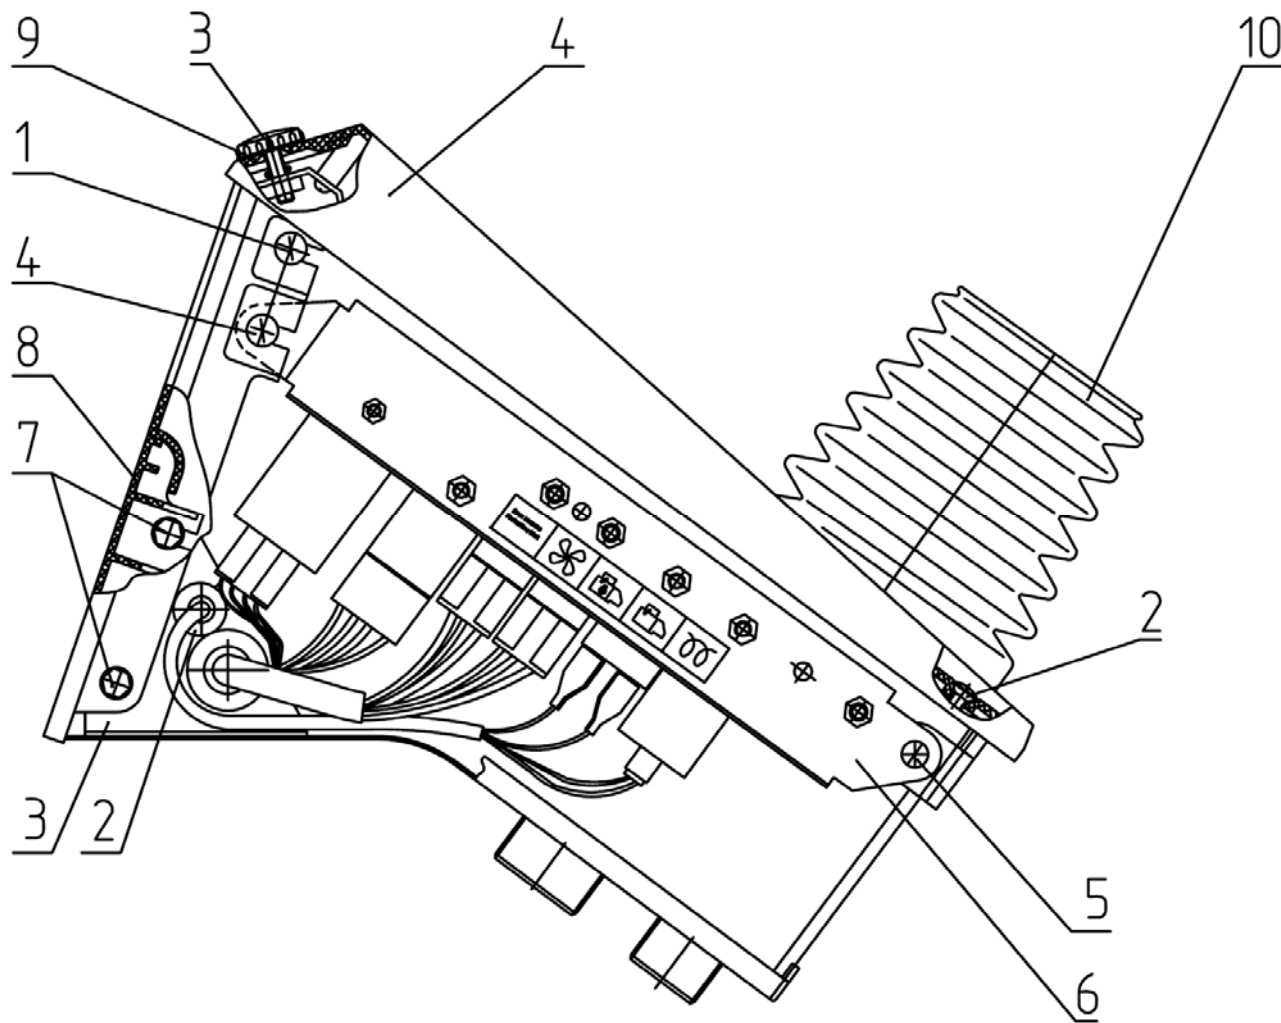
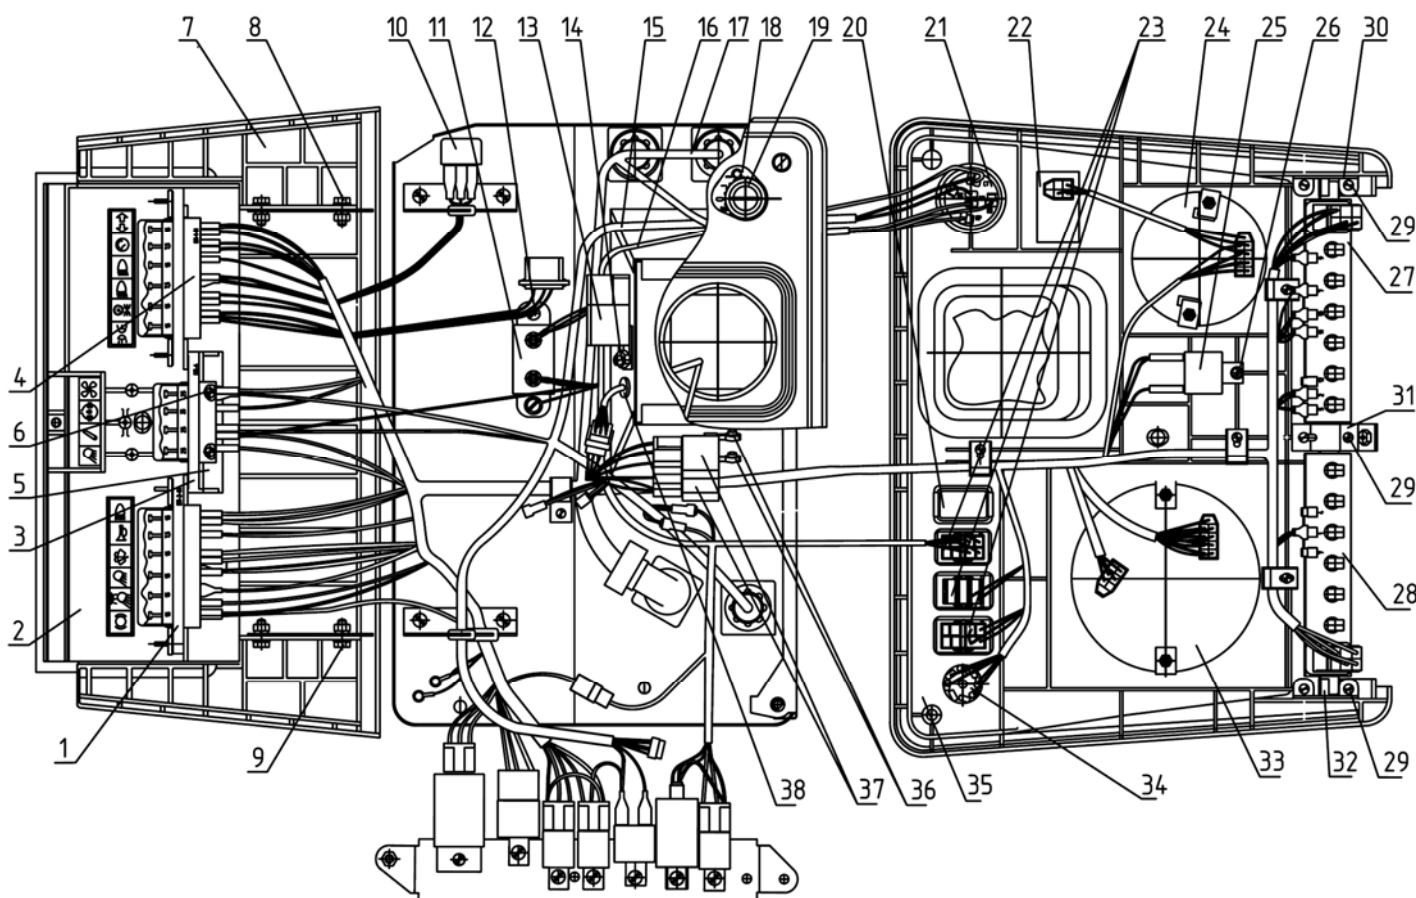

Рисунок 10.6
Рисунок 10.7
- 1) отверните винты (1) (**рисунок 10.6**), (2) и быстросъемный винт (3);
- 2) отверните винты (4), (5) крепления панели с реле (6);
- 3) отверните болты (7) крепления задней стенки (8);
- 4) разложите щиток в соответствии с (**рисунок 10.7**).
Для замены комплектующих без снятия щитка приборов (**рисунок 10.6**), выполните следующее:
Замена остальных комплектующих смотри **(рисунок 10.7)**;
7) для замены держателя (5), блока предохранителей (3), достаньте блок из держателя, отверните шурупы (6) и замените держатель. Установку блока производить в обратном порядке;
8) для замены задней стенки (7) предварительно отверните крепящие стенку болты (8), (9), отверните быстросъемный винт (3), **(рисунок 10.6)** и затем замените стенку;
9) для замены реле (10) **(рисунок 10.7)**, лампы ручного тормоза, отсоедините от него провода, и замените реле.